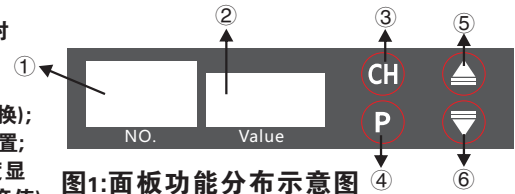

图1:面板功能分布示意图
4.1:面板功能及按键操作功能说明(如右图1)
- ①:通道及参数名显示框,显示通道时调压状态下为直接显示数字,而在过零调功时两个“秒点”会同时点亮;
- ②:当前通道的实时输出量或相应参数的量值显示框;
- ③“CH”键:短按此键为确认保存当前参数,并切换到下一通道显示值功能(通道切换);